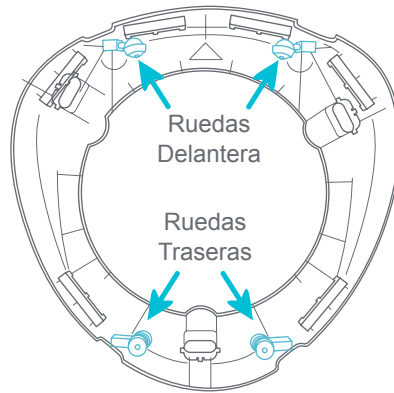

Fig. 6a
- 6 • Ubique las dos ruedas delanteras debajo de la base como se muestra en el diagrama (Fig. 6a).
- 7 • Localice las dos ruedas traseras en el diagrama (Fig. 6a).